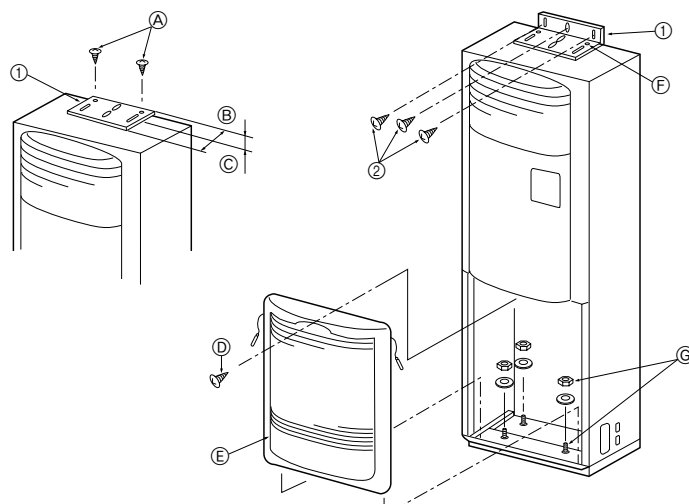

Fig. 3-2
3.2. Γωνιακό λαμάκι στήριξης (Fig. 3-2)